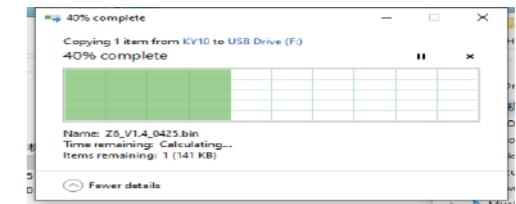

Bild3
7.4 Öffnen Sie das USB-Laufwerk, ziehen Sie die Firmware darauf, Sie können den Fortschritt der Firmware-Aktualisierung wie in [Bild 3] sehen. Warten Sie, bis das USB-Laufwerk verschwindet und die Firmware-Aktualisierung abgeschlossen ist.